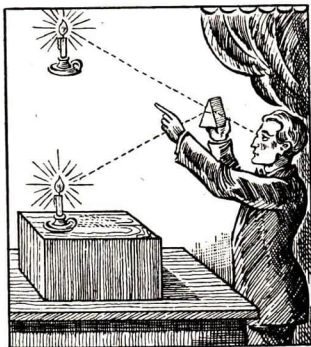

Abb. 245. Die Kerze sieht man gehoben
**Vorübung:** Mache den Postkartenversuch, der in Abb. 244 dargestellt ist! Stelle in den Weg des Lichtstrahles ein Prisma! [Ergebnis: Der Strahl wird um das dickere Ende herumgeknickt.] Blicke in den austretenden Strahl! [In der Rückverlängerung  $S'$  erblickt man das Bild des Spaltes  $S$ .] — Blicke durch einen Glaskeil gegen ein Kerzenlicht (Abb. 245)! Du findest es nicht sogleich. Wo erblickst du es endlich? Ergebnis:
b) Der Gegenstanderscheint stets zur brechenden Kante hin verschoben (Abb. 245).